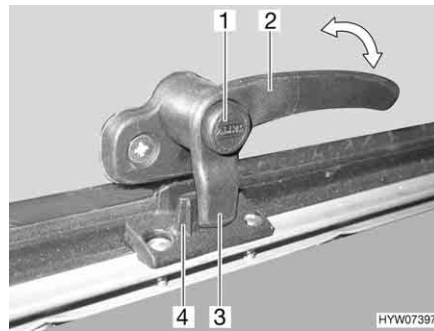
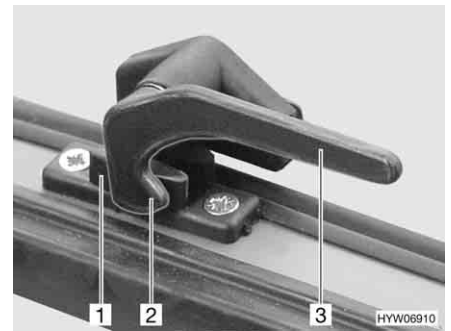

Fig. 93 Palanca de bloqueo con botón de seguridad en la posición de "cerrado"
Fig. 94 Palanca de bloqueo en la posición de "cerrado"
- Si existe, pulsar el botón de seguridad (Fig. 93,1) y mantenerlo pulsado.
- Girar la palanca de bloqueo (Fig. 93,2 ó Fig. 94,3) un cuarto de vuelta hacia la mitad de la ventana.
- Girar la palanca de bloqueo (Fig. 93,2 ó Fig. 94,3) un cuarto de vuelta hacia el marco de la ventana. El saliente de bloqueo (Fig. 93,3 ó Fig. 94,2) de la palanca de bloqueo se encuentra en la cara interior del bloqueo de la ventana (Fig. 93,4 ó Fig. 94,1).
- En la posición "cerrada fijamente" (Fig. 93 y Fig. 94)